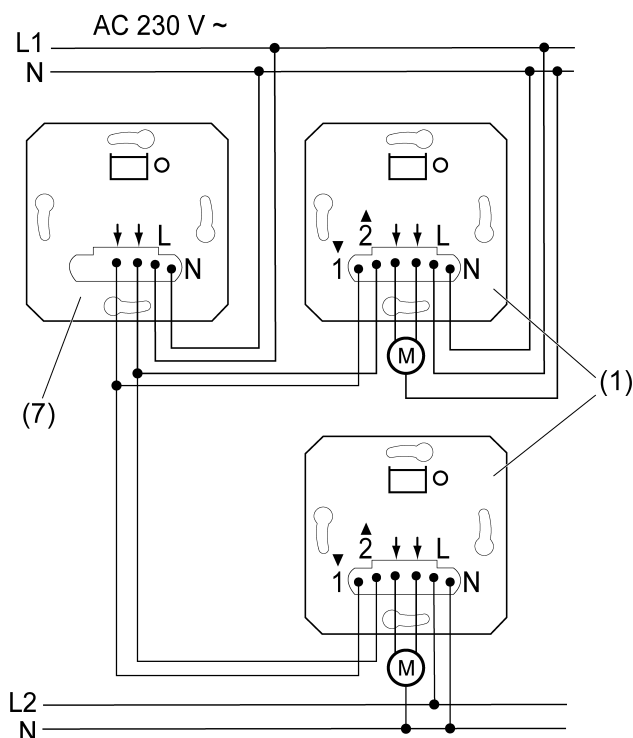

Imagen 4: Ejemplo de conexión de mando en grupos
El controlador de persianas integrado se puede integrar en un control de grupos (Imagen 4), ya sea para el control directo (1) o como dispositivo central (7).
- Conectar los controladores de persianas integrados según el ejemplo de conexión (Imagen 4). Los controladores de persianas integrados también pueden estar conectados a diferentes conductores externos.